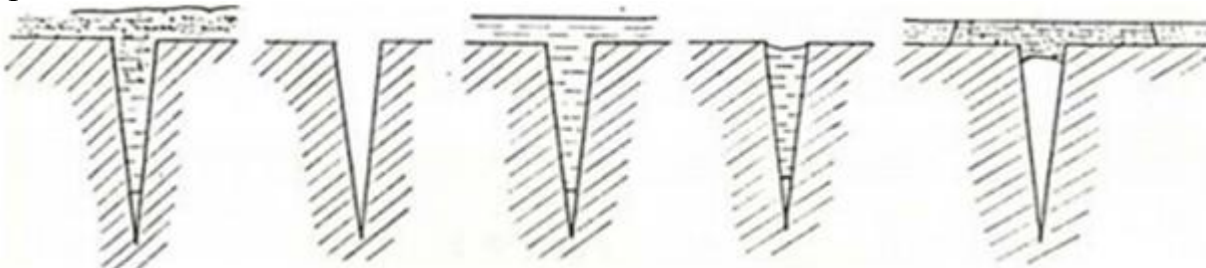

Рисунок 1 - Последовательность операций при цветном методе контроля
2.1 Подготовка поверхности (рис. 1 - поз. 1). Поверхность детали очищается от грязи, ржавчины, окисной пленки, лакокрасочного покрытия (если деталь окрашена) и обезжиривается промывкой бензином, разбавителем или ацетоном. Поверхность подсушивают горячим воздухом или дают высохнуть. На очищенную поверхность наносится проникающая красная краска.
### 2.2 Нанесение красной краски (рис. 1 - поз. 3).
### 2.3. Удаление красной краски (рис. 1 - поз. 4).
### 2.4. Нанесение белой краски (рис. 1 - поз. 5).